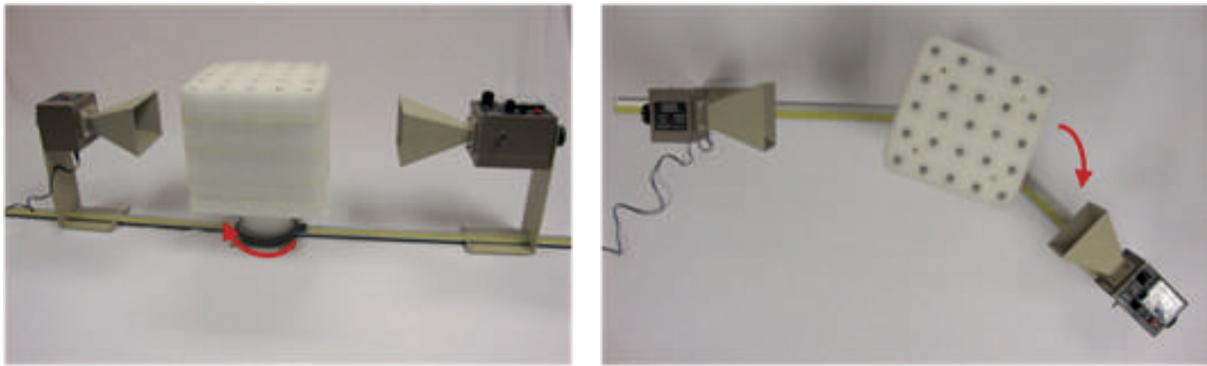

Figura 7.8. Ángulos incidente y reflejado en la difracción de Bragg
i) Para las lecturas de la tabla 7.2, de acuerdo a la figura 7.8, gire el cristal cúbico con la base giratoria auxiliándose con la lupa un grado en sentido horario (para el ángulo incidente, θ_1). Para el ángulo reflejado (θ_1'), gire el brazo del goniómetro dos grados en el mismo sentido. Cuando sea necesario ajuste las perillas de intensidad.